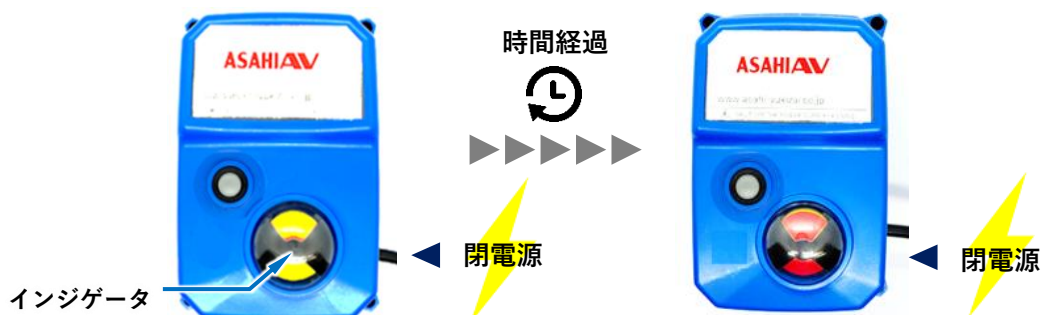

図 7.2-1 閉制御
- ① アクチュエータのインジゲータが『黄色一色』であることを確認します。
- ② 配電盤からアクチュエータへ閉電源(プリケーブルの青-赤間に電源)を供給します。
- ③ 時間経過後、アクチュエータのインジゲータが『赤色一色』で自動停止することを確認します(図 7.2-1)。